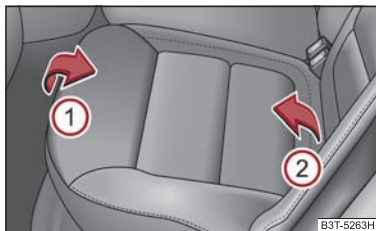

Abb. 74 Sitzfläche vorklappen
- Sitzfläche in Pfeilrichtung ① ⇒ Abb. 74 hochziehen und in Pfeilrichtung ② nach vorn klappen.